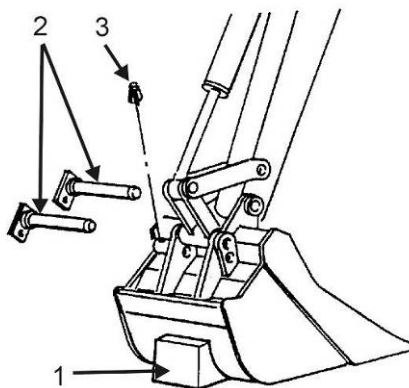

Рис. 5.54. Замена экскаваторного ковша
5.22.1. ЗАМЕНА ЭКСКАВАТОРНОГО КОВША (Рис. 5.54)